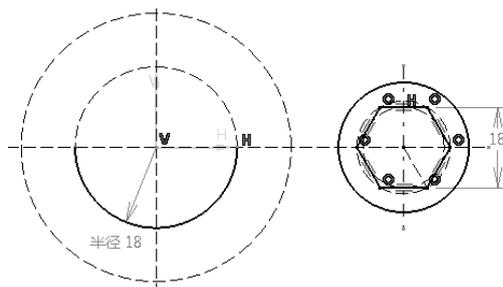

图 5-134
- 单击“3 点弧”按钮, 绘制半径为 18mm 的圆弧，此圆弧与构造线圆重合，如图 5-134 所示。